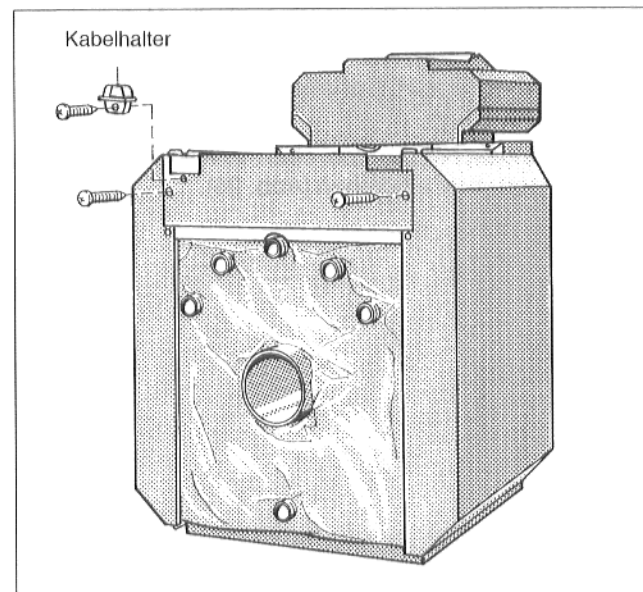

Abb. 23
- Kabelhalter mit Blechschraube links oder rechts an Kesselrückwand anschrauben (Abb. 23).
- Kesselrückwand mit 2 Blechschrauben an Abkantung der Seitenwand anschrauben (Abb. 23).